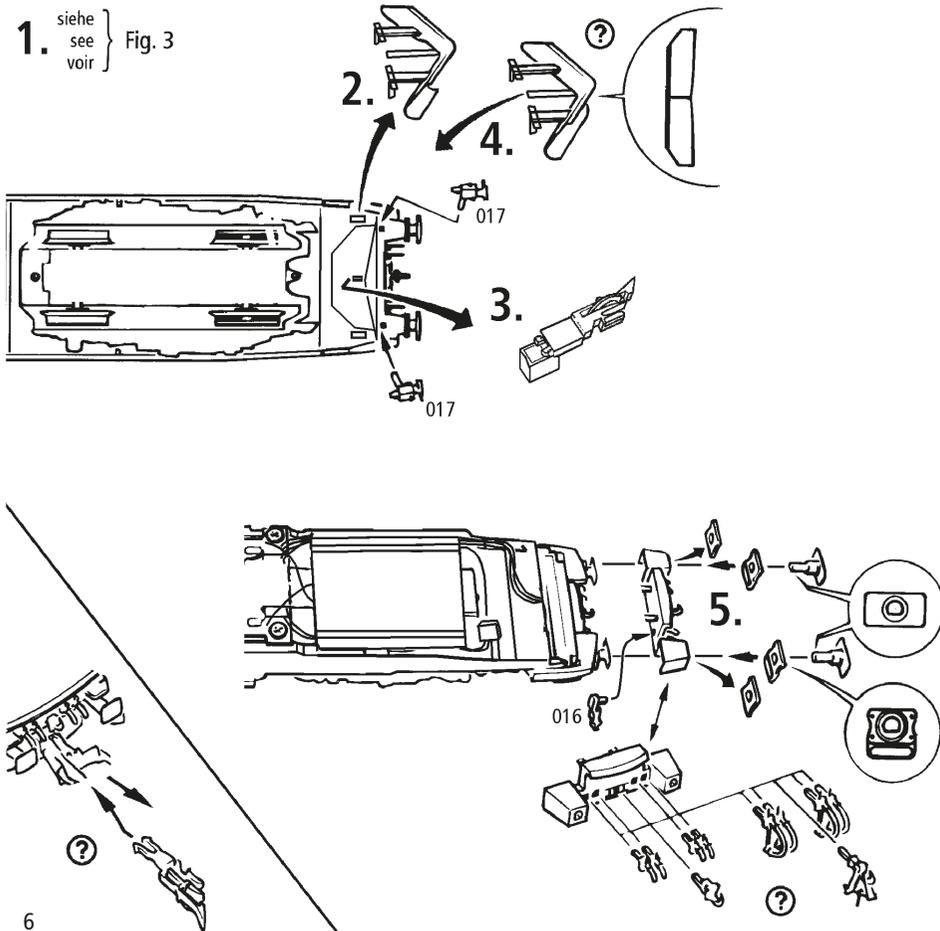

Fig. 3
2. Schmierung: Versehen Sie die im Schmierplan in Fig. 6 gekennzeichneten Stellen mit nur **kleinen Öltropfen**. Dazu zuerst das Lokgehäuse abnehmen (Fig. 3). Wir empfehlen den ROCO **Öler Art.-Nr. 10906**. Fürs Schmieren der Getriebeteile (Zahnräder, Schnecke) empfehlen wir das **ROCO-Spezialfett Art.-Nr. 10905**. Im Falle der Schmierung diese Teile **nicht ölen**.
4. Kohlebürstenwechsel: Lokgehäuse abnehmen (Fig. 3). Danach wird der Motor ausgebaut und die Kohlebürsten ausgewechselt (Fig. 7).
2. Lubrication: Apply **tiny oil drops** to spots marked in Fig. 6. Prior to lubrication dismantle locomotive (Fig. 3). We recommend using item no. **10906, Roco oiler**. For lubrication the gearparts (e.g. cogwheels, worm) we should recommended our Roco **special grease** (item no. **10905**).
4. Carbon Brush Changing: First remove loco body (Fig. 3), and then the motor (Fig. 7).
2. Graissage: N'appliquez **qu'une toute petite goutte** aux endroits indiqués par le plan de graissage (Fig. 6) après avoir démonté la caisse de la locomotive (Fig. 3). Nous vous recommandons **le graisseur à huile Roco réf. 10906**. Pour graisser les engrenages (roues dentées, vis sans fin) nous vous conseillons la **graisse spéciale Roco**
4. Remplacement des balais du moteur: Dé- montez la caisse (voir Fig. 3). Démontez ensuite le moteur et échangez le balais (Fig. 7).
1. siehe see voir } Fig. 3